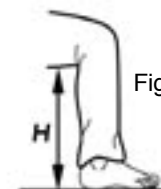

Figure 2
- Pour déterminer la hauteur 'H' d'assise idéale de l'utilisateur, mesurer la hauteur entre le pied (sans chaussure) et l'arrière du genou (voir Figure 2). Voir options page 6.